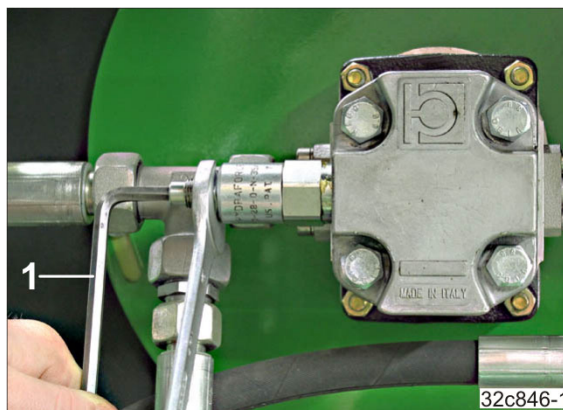

Рис. 206
1. Ослабьте контргайку (Рис. 206).
2. Установите редукционный клапан на заводское значение «21 мм» (Рис. 206).
- 2.1. Поверните винт с помощью торцового шестигранного ключа (Рис. 206/1) в нужную сторону.